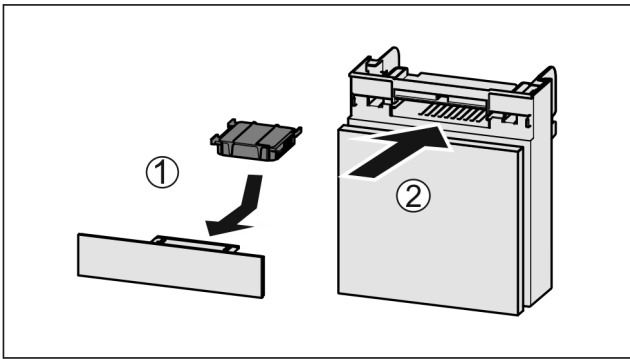

Fig. 182
- ▶ Actiefkoolfilter overeenkomstig afbeelding aanbrengen Fig. 182 (1).
- ▶ Lade erin schuiven Fig. 182 (2).